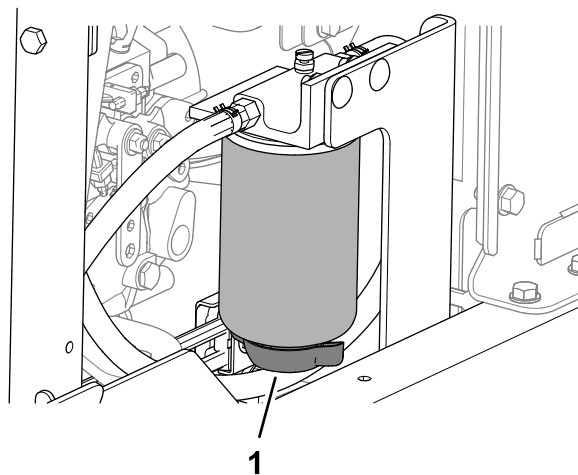

Рисунок 83
3. Поместите сливной поддон под сливной клапан водоотделителя топливной системы (Рисунок 83).